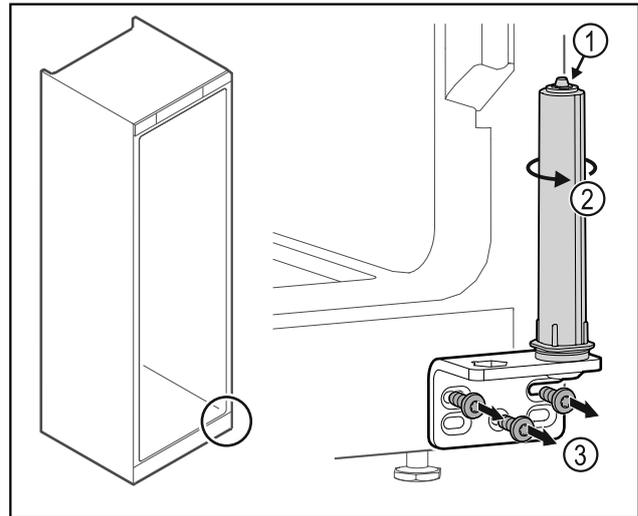

Fig. 32
- No desensamblar el sistema de cierre de la puerta Fig. 32 (1).
- Girar el sistema de cierre Fig. 32 (2) hasta que haga clic.
- Desatornillar la escuadra de bisagra Fig. 32 (3).